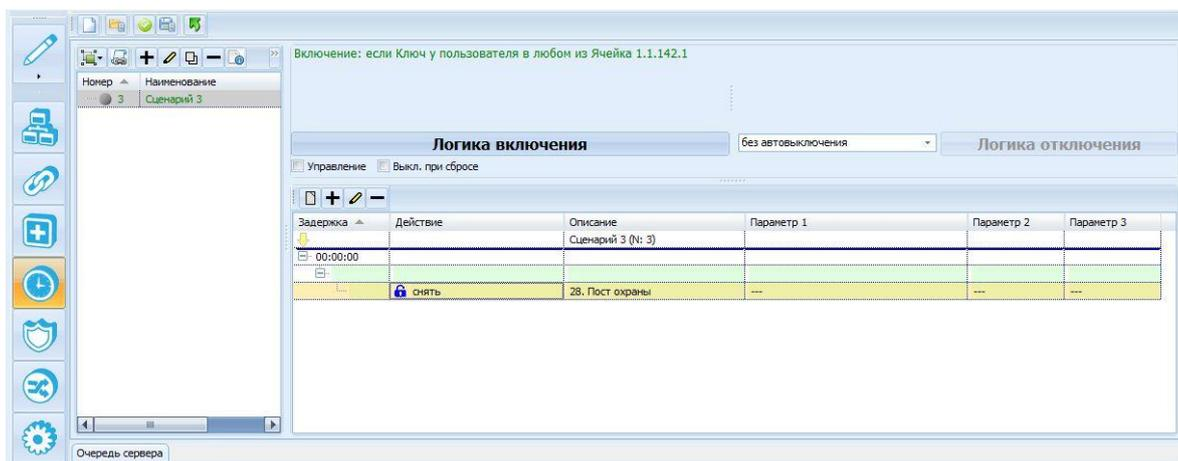

Рисунок 4.21
- 1) Добавить первый сценарий и настроить его логику включения по состоянию «Ключ у пользователя» в выбранной ячейке ключницы. В логике отключения сценария выбрать – без автовыключения (Рисунок 4.21).